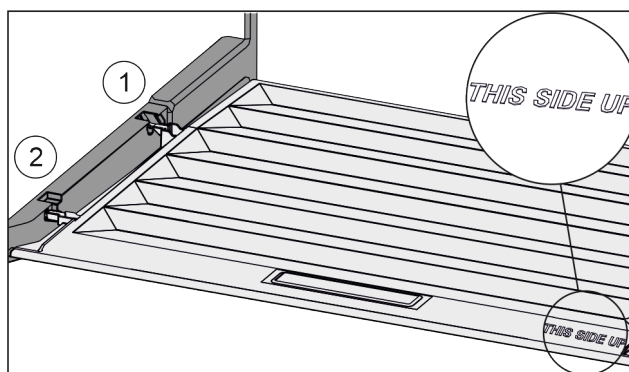

Fig. 99
- ▶ Inserire le nervature del coperchio attraverso l'apertura del supporto posteriore Fig. 99 (1) e innestare anteriormente nel supporto Fig. 99 (2).